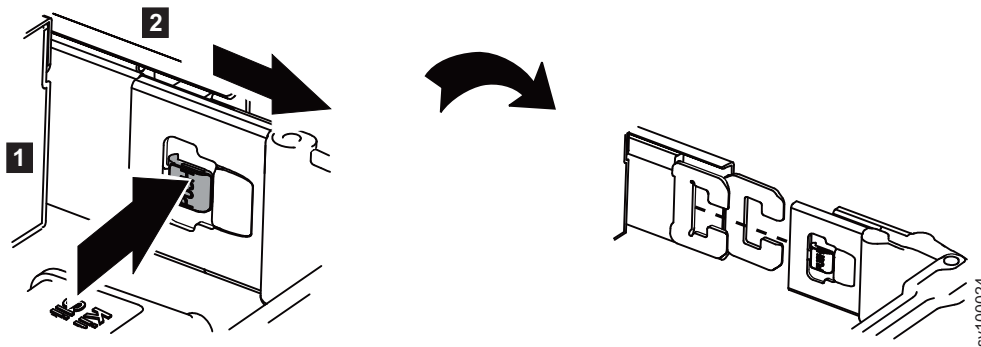

Figura 8. Liberando o membro interno do suporte para organização de cabos
5. Solte o membro interno, conforme mostrado em Figura 8 na página 26.